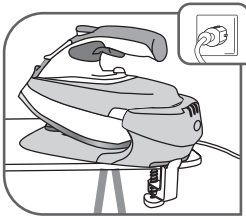

Fig.6
- Conectați suportul la o priză electrică de 220-240V – **fig.6**.